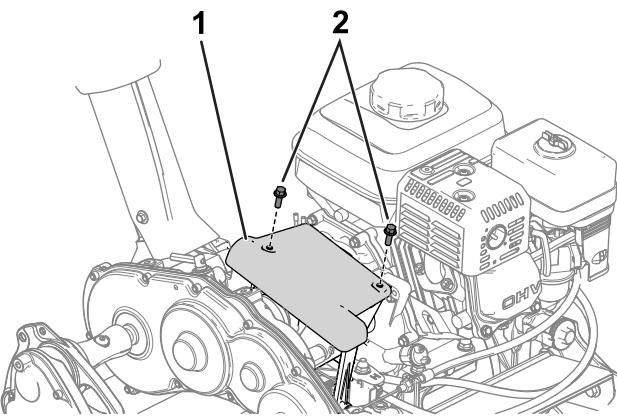

Figura 29
1. Para acceder al disco de fricción y al plato de presión, retire la tapa del embrague (Figura 29).